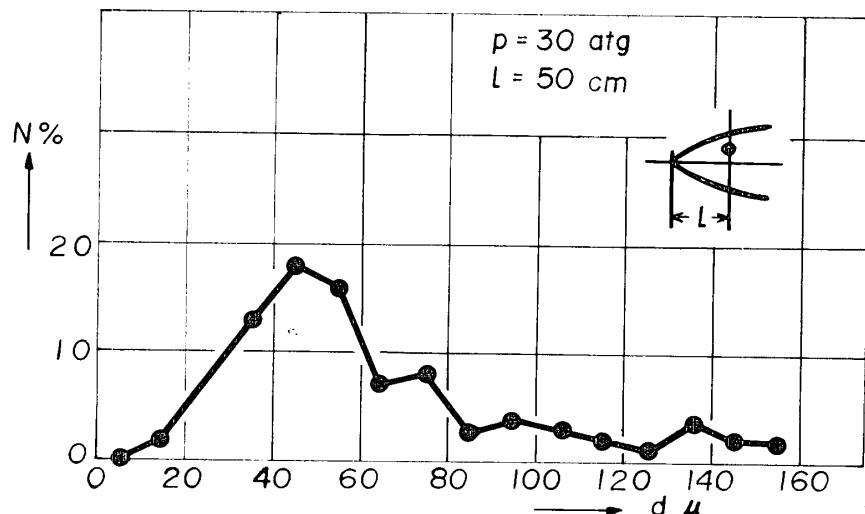
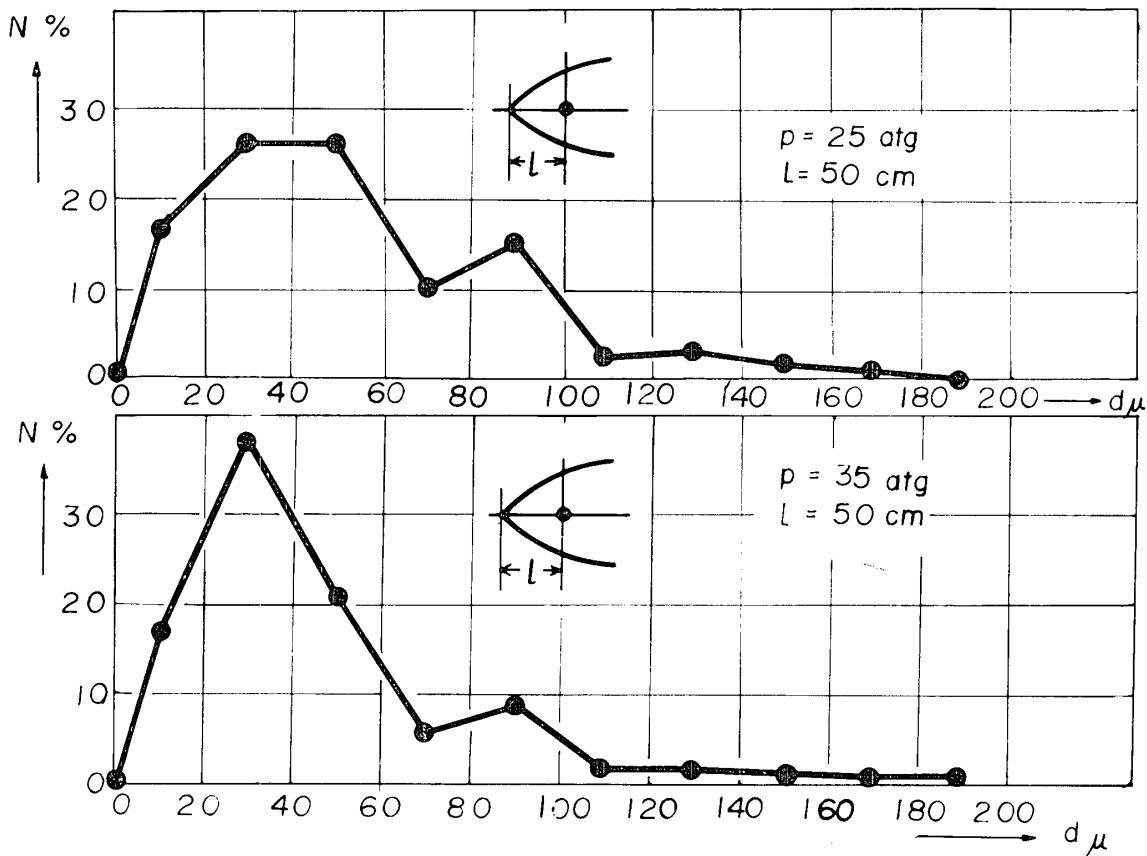

Fig.6 Distribution on diameters of atomized particles
Fig. 10 Distribution on diameters of atomized particles
つぎに Fig.5に示すように、噴霧の広がり角度 α , 粒子の到達距離③, 噴霧の各断面(例えば a, b, c)で, しかも同一断面内の各点(例えば d, e, f, …… k, l)における粒径の比較も必要となり, 今後に残された問題点であるが, ここでは, 微粒子径の測定方法の研究を中心述べるので, その点については論究はないが, Fig.5に示した, いくらかの点において, 測定した粒径の分布を, 参考までに Fig.4同様パーセントで表示して掲げれば Fig.6から Fig.10の如くなる。